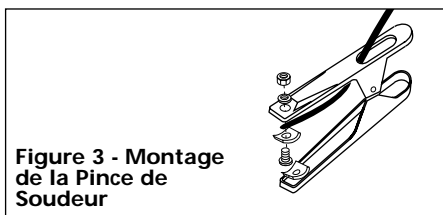

Figure 3 - Montage de la Pince de Soudeur
2. Introduire le cordon (marqué work sur le panneau supérieur du soudeur) à travers le manche du collier et glisser le fil nu sous le bloc du collier. Serrer le boulon hexagonal et s'assurer que le fil nu soit fixé avec sûreté (Figure 3).